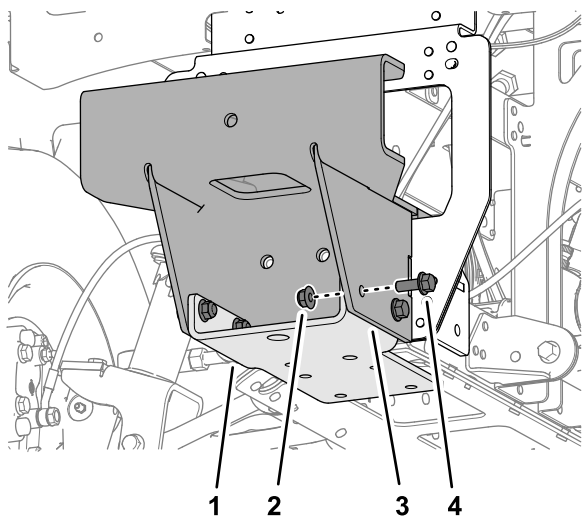

图 49
2. 使用 4 个凸缘螺栓 3/8 x 1 英寸和 4 个凸缘锁紧螺母 3/8 英寸将底部支架松松地安装到捡球器安装座上图 49。
5. 从捡球器安装座上卸掉 4 个凸缘螺栓 $\frac{3}{8}$ x 1 英寸、4 个凸缘锁紧螺母 $\frac{3}{8}$ 英寸和底部支架图 49。